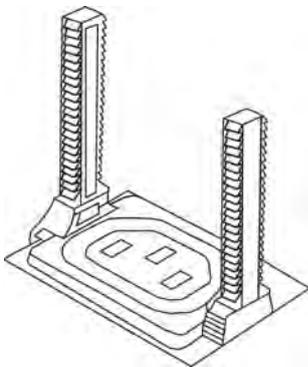

Fig. 16: Colocar los soportes
1. ➔ Monte los soportes introduciendo el gancho en los orificios situados a izquierda y derecha (Fig. 16).